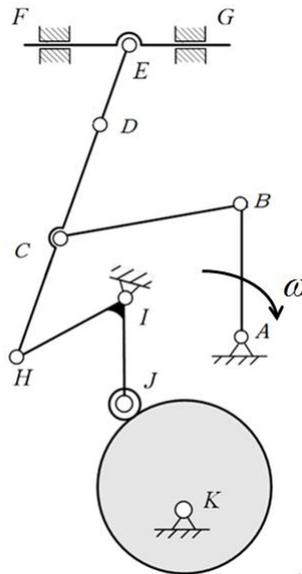

图3
1. （15分）试计算如图3所示机构的自由度，图中标注箭头的构件为原动件，并说明该机构是否具有确定运动。（计算过程要求写出计算公式，如有局部自由度、虚约束或复合铰链的，均需指明）。